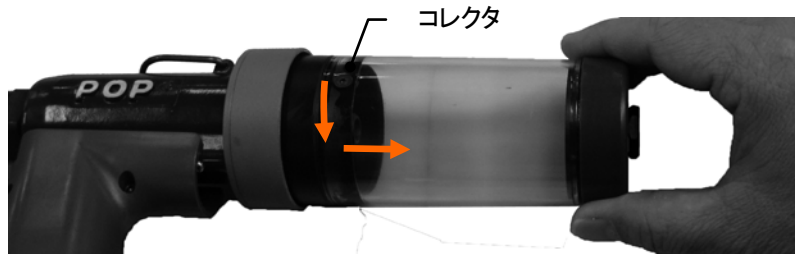

図7-5
- (1)カプラを分離する等により、圧縮空気の供給を止めてください。
- (2)コレクタを外してください。コレクタを手で左にまわして外します。(図7-5)